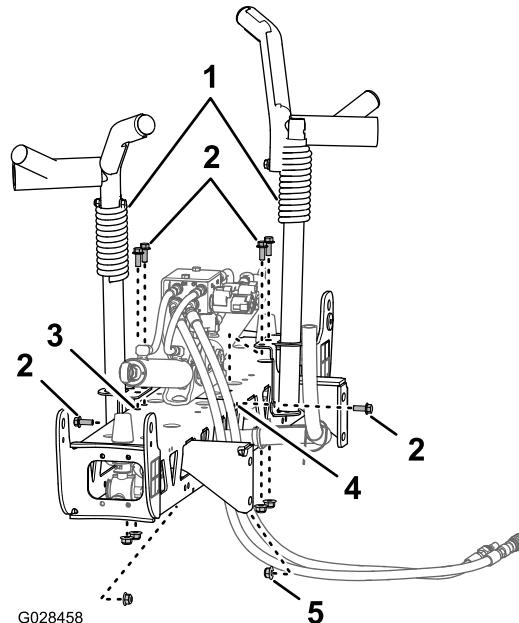
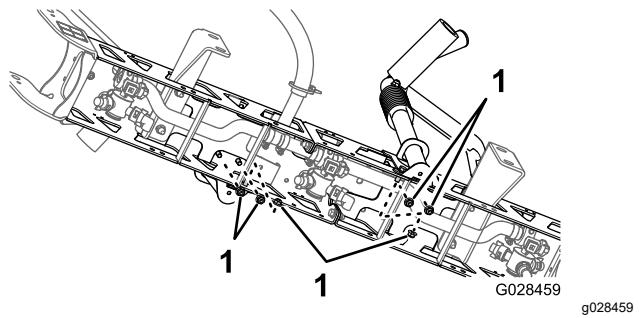

Figure 37
Figure 38
- Placez les berceaux de transport des rampes devant la section de rampe centrale (Figure 37).
- Fixez les berceaux sur la section de rampe (Figure 37 et Figure 38) à l'aide de 6 boulons ($\frac{3}{8} \times 1$ po) et de 6 contre-écrous à embase ($\frac{3}{8}$ po).